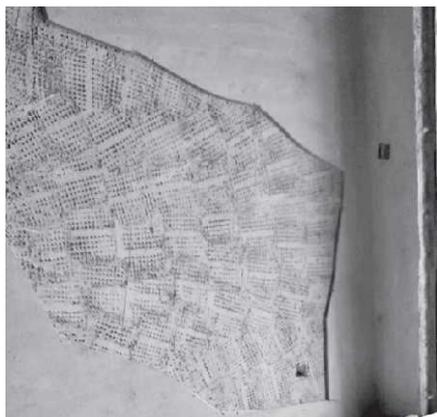
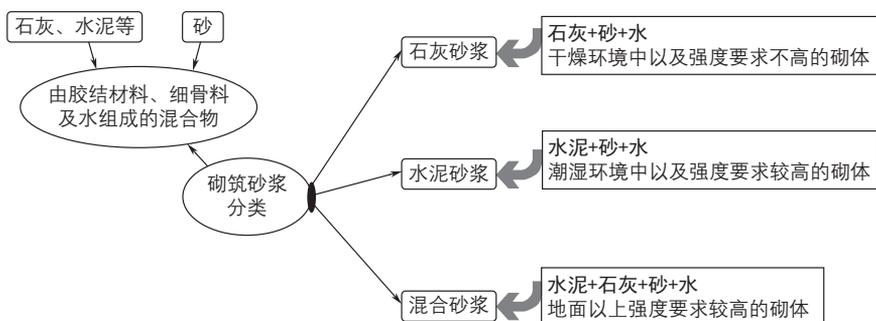

图2-7 需要整改的基础
图2-8 常见的砌筑砂浆
① 如果发现基础不合格，要及时整改到位，检查后允许后续工作，才能够进入下一步施工。需要整改的基础如图2-7所示。
② 如果需要指挥人员、监督人员等在场，则需要认真指挥和操作。
③ 可能遇到大风时，需要采取必要的支撑等措施。
④ 有的情况，需要采取必要的遮盖、保洁措施。
⑤ 墙体各种预埋件、墙体拉结筋、抗震构造柱钢筋、暖卫管线、电器管线等均需要注意保护，不得任意拆改、损坏。
- ⑥ 标高、平直度等要准确。
- ⑦ 砂浆稠度要适宜。
- ⑧ 砌墙时，要防止砂浆弄脏墙面。
- ⑨ 注意防止碰撞已砌好的砖墙的情况。
- ⑩ 砂浆搅拌时间需要达到规定的要求。
- ⑪ 砂浆试块需要有专人负责制作、养护。
- ⑫ 砌砖时准线需要拉紧。
- ⑬ 排砖时，一般把破活排在中间或不明显位置。
- ⑭ 舌头灰需要刮净，保持墙面整洁。
- ⑮ 排砖的半头砖一般分开使用，避免产生通缝。
- ⑯ 水平灰缝需要平直、均匀。
- ⑰ 需要防止产生墙背面偏差过大的现象。
- ⑱ 需要注意脚手架安全、砍砖安全、戴好安全帽等职业健康安全问题。
- ⑲ 需要注意封闭化、废物存放等环境问题。
- ⑳ 根据实际选择砌筑砂浆，常见的砌筑砂浆如图2-8所示。